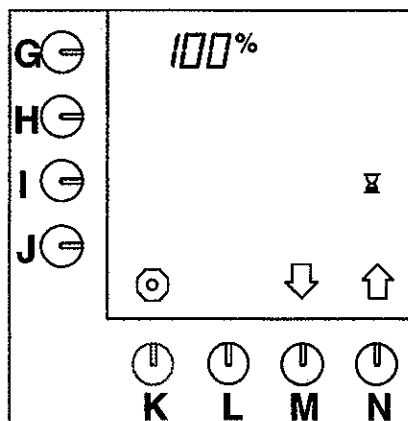

Fig. 36 Pausetid 100 %
- Tryk på valgknappen (N.)↑, indtil fig. 36 vises i displayet.